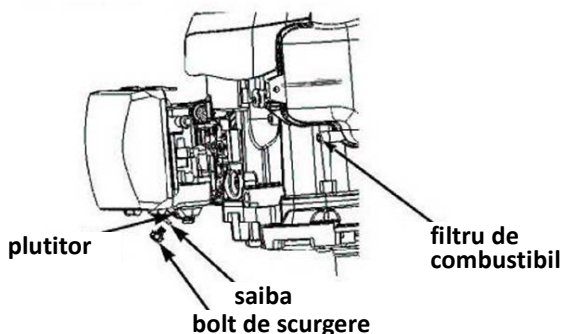

Fig. 13
3. Dupa ce tot combustibilul s-a scurs in recipient, remontati boltul de scurgere si saiba. Strangeti securizat boltul de scurgere (vezi Fig. 13)